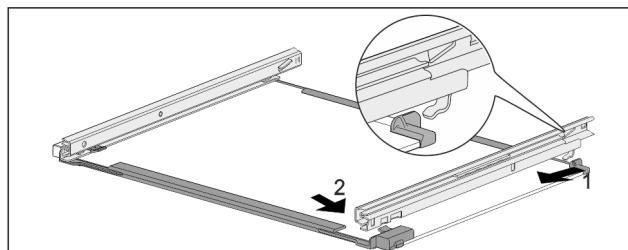

Fig. 82 Скляна пластина з рейками
- Зачепити рейку ззаду. Fig. 82 (1)
- Зафіксуйте рейку спереду. Fig. 82 (2)